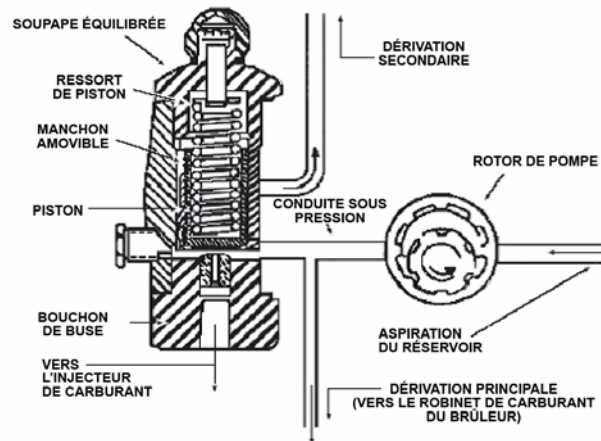

Figure 4-2. Schéma de la pompe à carburant
4.14 La pompe à carburant est montée sur un support à la gauche du moteur. La pompe est entraînée par courroie par le moteur diesel. Il y a trois orifices de sortie et deux orifices d'entrée (*voir la figure 4-2*). Une dérivation principale gèrera la totalité du flux si la soupape équilibrée est fermée. Lorsque la conduite de dérivation principale est fermée, le carburant circule dans la soupape équilibrée et à travers la conduite de carburant de la buse et la conduite de dérivation secondaire. La fermeture de la soupape du brûleur, qui est située dans la conduite de dérivation principale, permet à la pompe d'accumuler la pression au point où la soupape s'ouvre et permet l'écoulement du carburant dans la conduite de carburant de la buse. La pression à laquelle la soupape équilibrée s'ouvre est déterminée par la compression du ressort de piston; le ressort est normalement réglé à 1 034 kPa (150 lb/po²). La dérivation secondaire fournit le carburant au moteur et refoule le surplus vers le réservoir de carburant. Lorsque la soupape du brûleur est ouverte, la pompe ne peut pas accumuler une pression suffisante pour ouvrir la soupape équilibrée et assurer le flux à travers la conduite de carburant de la buse. Étant donné que la pompe fournit plus de carburant que la capacité maximale de la buse, il y aura toujours un flux dans la conduite de dérivation secondaire lorsque la soupape du brûleur est sous tension. Le carburant provenant de la conduite de dérivation secondaire est refoulé vers le réservoir à travers un clapet qui s'ouvre sous une pression d'environ 35 kPa (5 lb/po²), ce qui est suffisant pour détourner suffisamment de carburant vers le moteur.